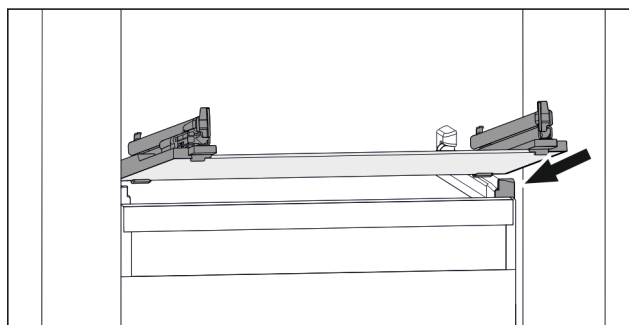

Fig. 75 Beispielhafte Darstellung der Glasplatte
- ▶ Glasplatte schräg hinter den Stopper aufsetzen. (siehe Fig. 75)